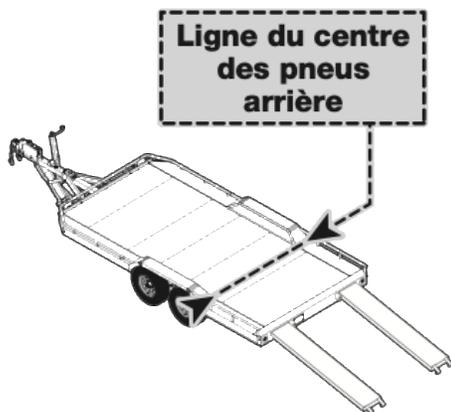

Figure 8
2. Tirez complètement les deux rampes (Figure 8) et abaissez-les au sol pour le chargement.
5. Gardez les portes fermées et conduisez lentement en montant la rampe et en avançant sur la plate-forme jusqu'à ce que les pneus arrière soient centrés sur la décalcomanie (Figure 8) ou que les pneus avant reposent fermement contre les butées de roue. **NE FREINEZ PAS** brusquement et **NE PERCUTEZ PAS** les butées de roue à l'avant de la plate-forme. Mettez la transmission en position de stationnement (*Park*) et serrez le frein de stationnement. Les pneus du véhicule remorqué doivent être tournés tout droit vers l'avant et se placer sur la plate-forme de la remorque sans déborder sur les côtés.